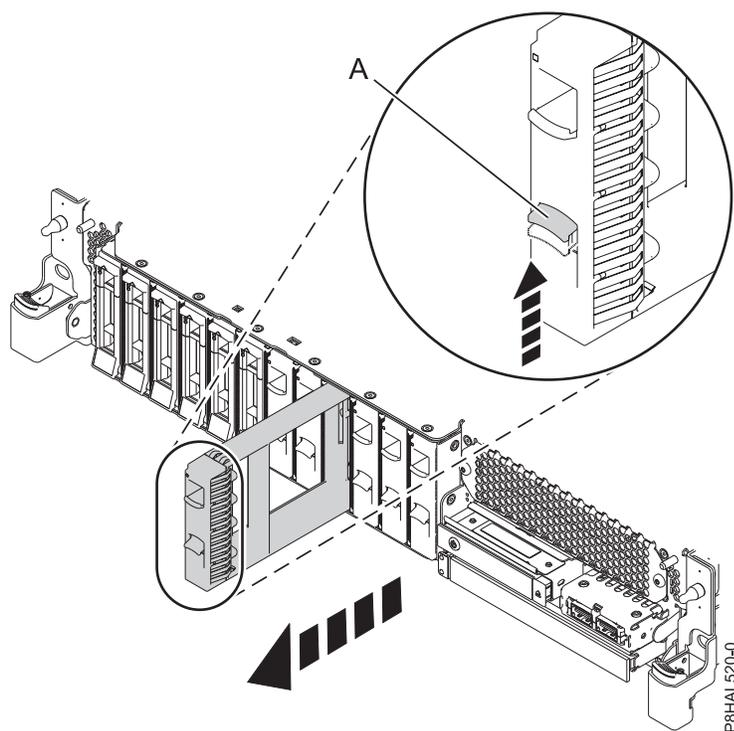

図 31. 基本機能 システムからのディスク・ドライブ・フィラーの取り外し
- a. フィラーのハンドルのロック (A) を、図 31 に示されている方向に押します。